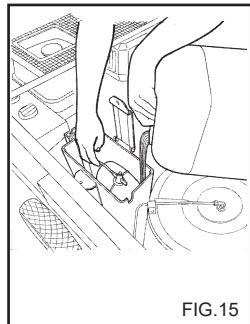

FIG.15
- 5) Kaada vesisäiliöön noin 3 litraa jäänestoainetta (fig.15).